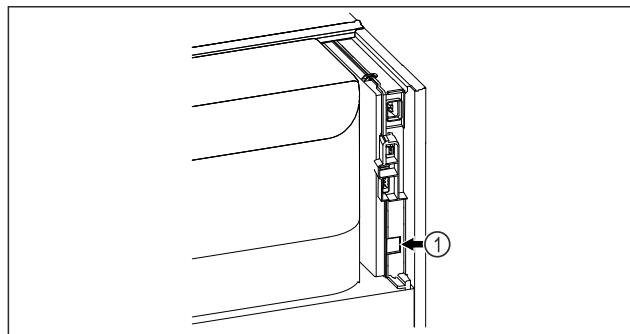

Fig. 147
- Se utiliza SmartModule Fig. 147 (1).